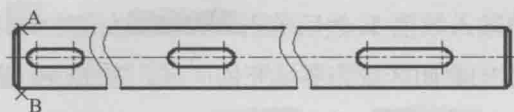

图 1.1.14 绘制倒角轮廓线
(4) 绘制直线。选择下拉菜单 **绘图(D)** → **直线(L)** 命令,分别选取图 1.1.14 所示的点 A 与点 B,按 Enter 键结束直线的绘制。
(5) 参照以上步骤,完成右侧倒角处轮廓线的绘制。